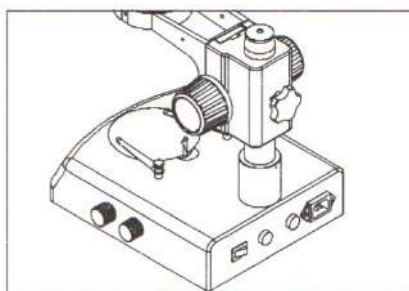

Рисунок 1
1. Надавите пальцем на выемку на рабочей панели, приподнимите и вытащите панель (см. рисунок 1).